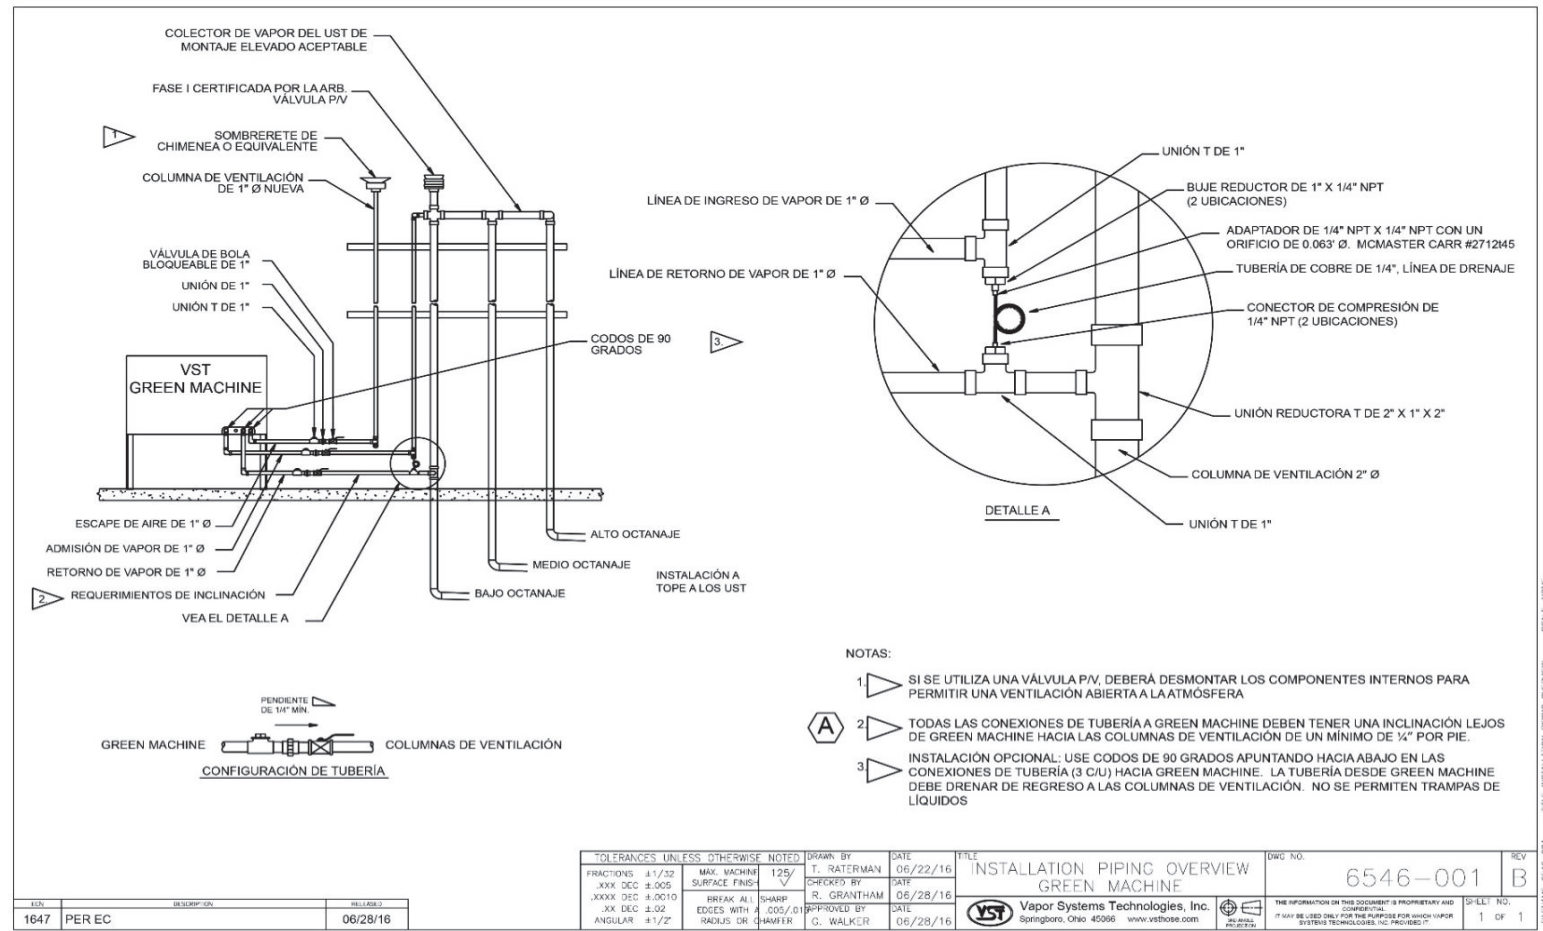

Figura 6-2: Descripción de las tuberías de vapor
3.	Cierre las tres (3) válvulas de bola que se encuentran entre la GREEN MACHINE y las líneas de venteo. Vea la Figura 6-2 .
4.	Retire las tapas de las tres conexiones en T. Vea la Figura 6-2 .